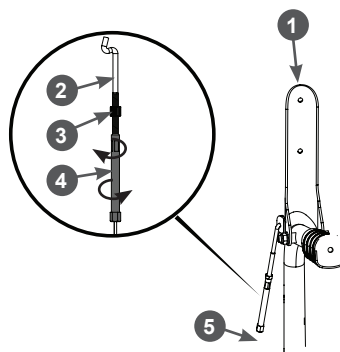

Рис. 7. Подсоединение троса к рычагу включения хода
- выкрутите Z-образные наконечники 2 тросов из соединительных муфт 4 тросов. Затем вставьте наконечники в боковые отверстия на рычагах включения шнеков и включения хода (Рис. 7);
- накрутите соединительную муфту 4 троса включения шнеков (левый) на Z-образный наконечник 2 троса. Поднимите рычаг включения шнеков вверх до упора и, проворачивая (закручивая) соединительную муфту 4 по часовой стрелке (смотреть снизу-вверх), устраните провисание троса. Накрутите соединительную муфту 4 на наконечник 2 ещё на один оборот, после чего закрутите резьбовое соединение, закрутив контргайку 3 (Рис. 7);
- при необходимости, отрегулируйте длину троса с помощью соединительной муфты (Рис. 7). Чтобы укоротить трос – накрутите соединительную муфту 4 на Z-образный наконечник 2 троса. Чтобы удлинить трос – открутите. После регулировки затяните контргайку 3 (Рис. 7);
- при необходимости, отрегулируйте длину троса с помощью соединительной муфты (Рис. 7). Чтобы укоротить трос – накрутите соединительную муфту 4 на Z-образный соединитель-наконечник 2 троса. Чтобы удлинить трос – открутите. После регулировки затяните контргайку 3 (Рис. 7).